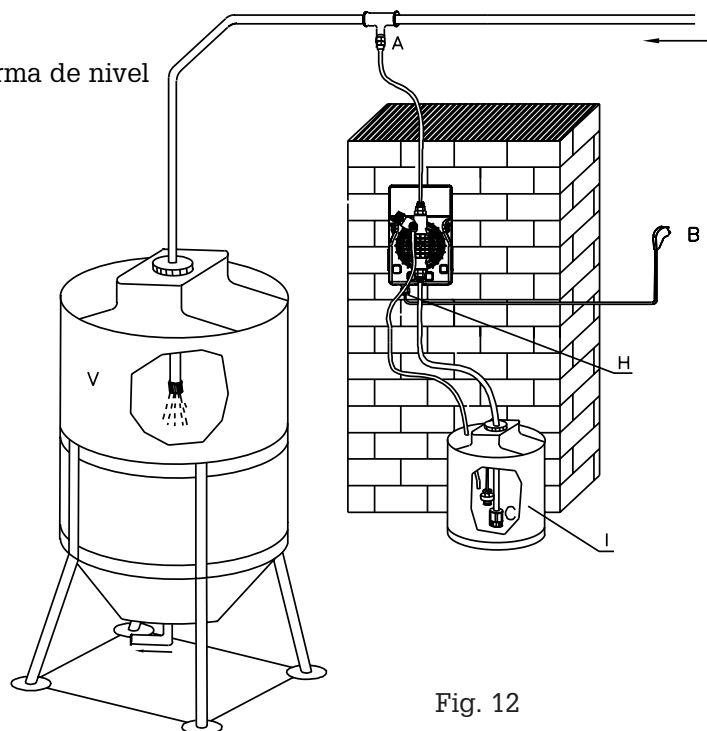

Fig. 12
6.2 - ESQUEMA TIPICO DE INSTALACIÓN (Fig. 12)